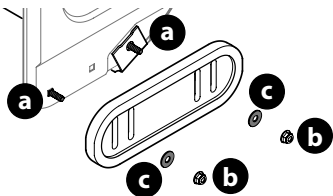

Figure 67
2. Faites pivoter le patin et fixez-le avec les boulons de carrosserie (a) (deux de chaque côté), les écrous à bride hexagonaux (b) et les rondelles plates (c). Voir (Figure 67).